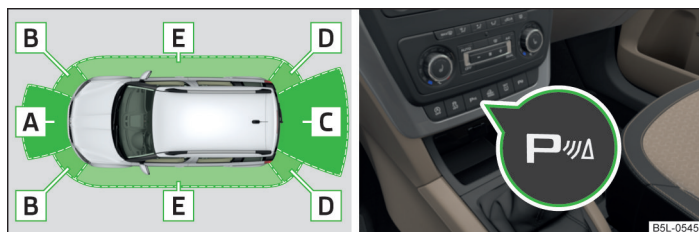

Fig. 119 Raza de acțiune a senzorilor / Tasta sistem
- Dacă după activarea sistemului se emite aproximativ 3 secunde un ton de avertizare, iar în jurul autovehiculului nu se găsește nici un obstacol, înseamnă că există o defecțiune în sistem. Defecțiunea este semnalizată și prin clipirea simbolului din tasta » fig. 119 la pagina 145. Solicitați asistența de specialitate a unei unități de service.
Zona » fig. 119	Raza de acțiune a senzorilor
La autovehiculele cu dispozitiv de tractare montat din fabricație, în regimul de tractare remorcă sunt active numai zonele **A** și **B** » fig. 119 ale sistemului.
Sistemul se activează automat la cuplarea **trepteii marșarier** sau prin apăsarea tastei simbol **P** » fig. 119 la pagina 145. În tastă se aprinde simbolul **P**, activarea se confirmă printr-un semnal acustic scurt.